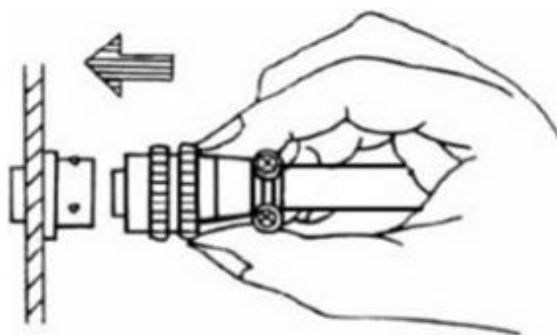

**Рисунок 5. Подключение кабеля питания к считывателю (вид со стороны пайки)**
- 1) Припаяйте штекер XS12 из комплекта поставки к кабелю питания 12V от блока питания, соблюдая полярность (см. рис. 5);